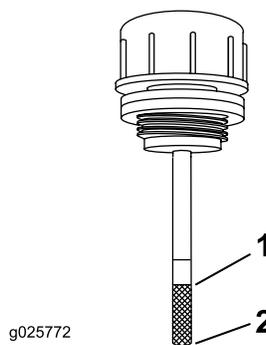

Bild 68
6. Reinigen Sie den Bereich um den Peilstab des Hydraulikanlagenbehälters (Bild 68).
7. Nehmen Sie den Peilstab aus dem Hydraulikbehälter heraus (Bild 68).
9. Ziehen Sie den Ölpeilstab heraus und schauen Sie das Ende an (Bild 68). Wenn der Ölstand an der Auffüllen-Markierung liegt, gießen Sie langsam so viel Öl in den Hydraulikbehälter, um den Ölstand auf die Voll-Markierung anzuheben.